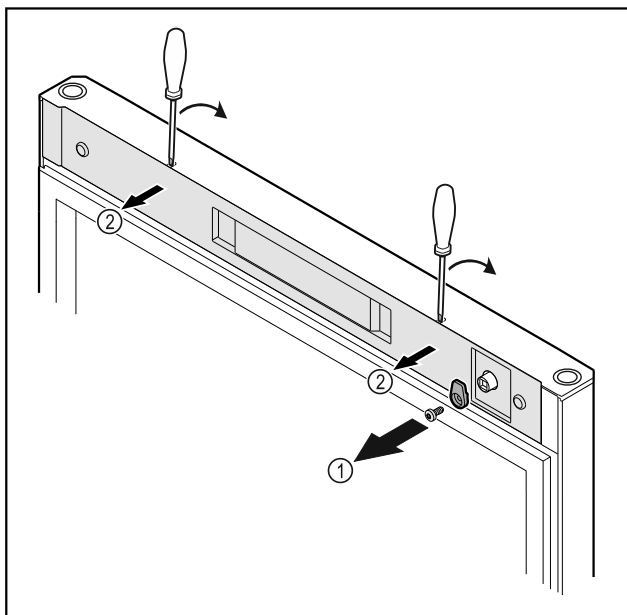

Fig. 16
- ▶ Открутите запорный крючок Fig. 16 (1).
- ▶ С помощью отвертки открутите винты (2) и снимите крышку Fig. 16 (2) от фиксации и снимите ее.